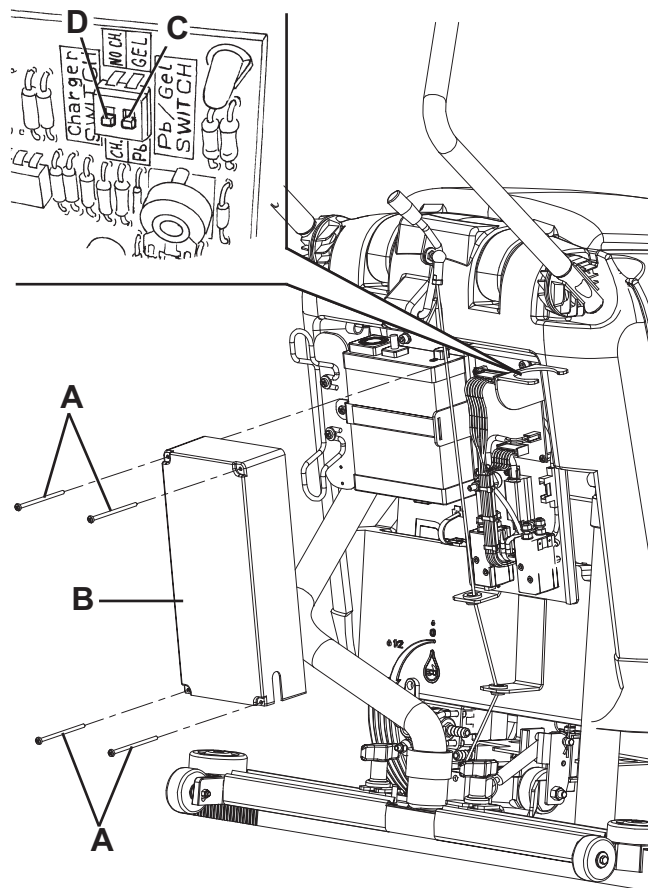

Abbildung 1
1. Sicherstellen, dass der Batteriestecker (29), sofern vorhanden, nicht angeschlossen ist.
3. Schrauben (A, Abb. 1) herausdrehen und Deckel (B) des Elektrokastens vorsichtig abnehmen.
4. Mikroschalter (C) auf WET stellen.